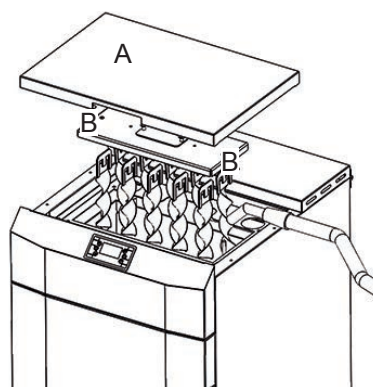

Fig. 8
- Sollevare il rivestimento superiore (A) e girare in senso antiorario le 2 chiavi di serraggio (B);
- Togliere il coperchio, sfilare i turbolatori e aspirare i residui. (Fig. 8)